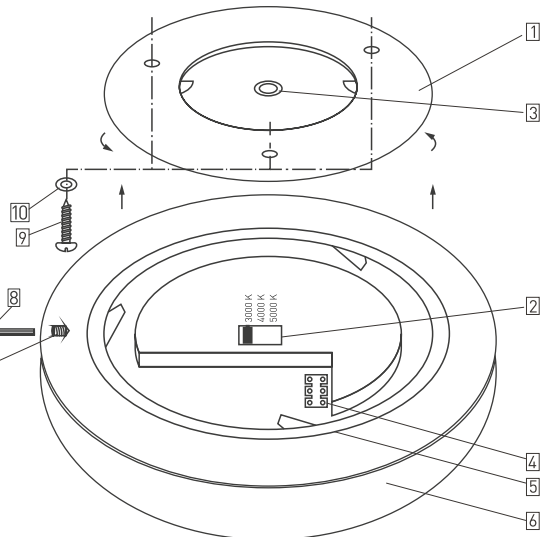

Рис. 2. Конструкция светильника
⚠ ВНИМАНИЕ! Для предотвращения несанкционированного демонтажа в конструкции крепления предусмотрен специальный стопорный винт [7] (см. рисунок 2). Для демонтажа светильника необходимо ослабить этот винт с помощью специального ключа [8] из комплекта поставки. Монтажное основание для отсоединения необходимо повернуть против часовой стрелки. Соответствующие обозначения имеются на корпусе светильника и на монтажном основании: «LOCK-OPEN», при этом «LOCK» соответствует положению «закрепить», а «OPEN» — «снять». После монтажа фиксирующий винт необходимо затянуть до контакта и довернуть на 15–20°.
- 3.1. Для переключения цветовой температуры воспользуйтесь переключателем CCT [2] (см. рисунок 2). Изменение режима работы допустимо делать только при отключенном питании светильника.